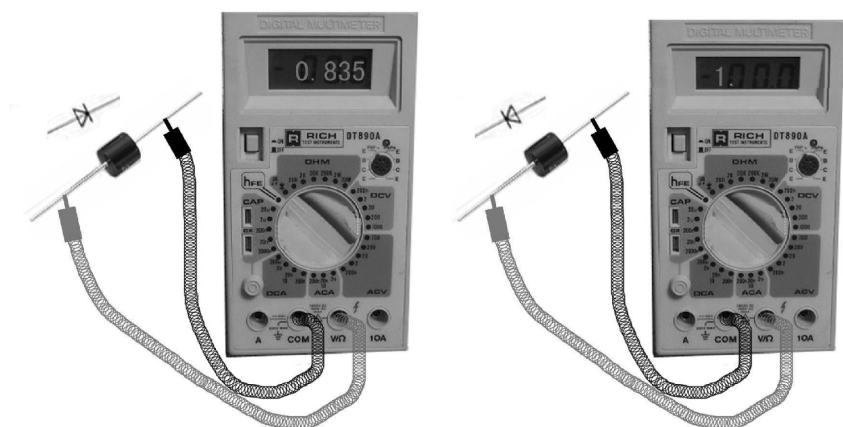

图 4-41 二极管极性的判断
2) 用万用表检测法。对于不知引脚极性的二极管，可用数字万用表进行检测，其方法（见图 4-41）如下：将万用表置于二极管挡，然后两表笔分别搭接在二极管的两个引脚上；若显示值在 1 以下，说明管子处于正向导通状态，红表笔接的是正极，而黑表笔接的是负极；若显示值为 1，则说明管子处于反向截止状态，黑表笔接的是正极，红表笔接的是负极。